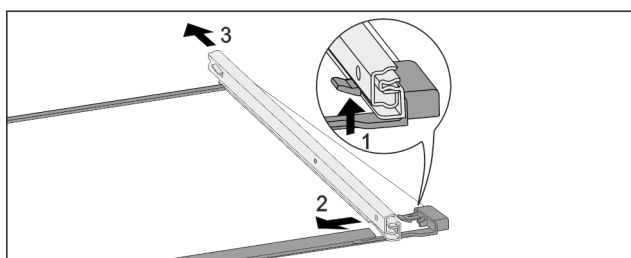

Fig. 70 Стеклопластина с направляющими
- ▶ Отожмите передний стопорный крючок вверх. Fig. 70 (1)
- ▶ Сдвиньте выдвижную направляющую в сторону Fig. 70 (2) и назад Fig. 70 (3).